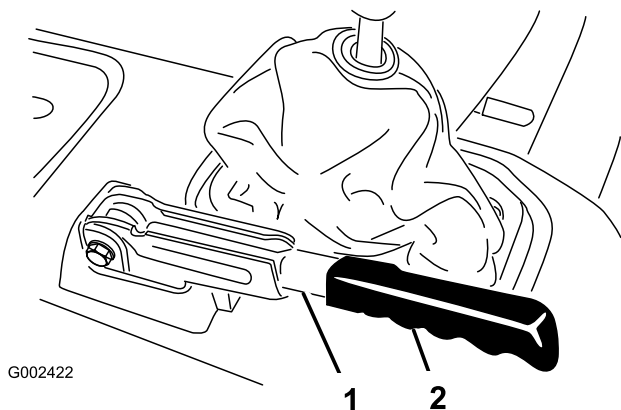

Figura 60
1. Togliete l'impugnatura di gomma dalla leva del freno di stazionamento (Figura 60).